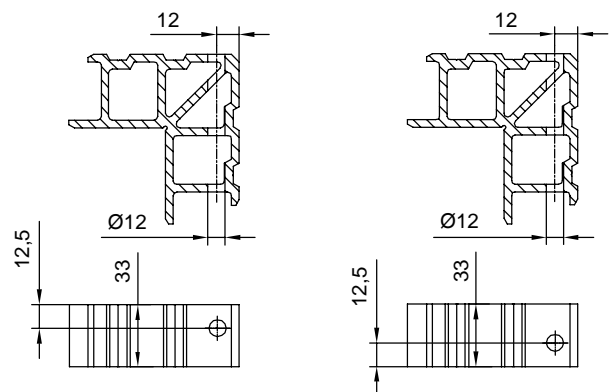

Рис. 6.8.4
- Обработка углового соединителя из профиля Т 48 под шпингалет показана на рис. 6.8.4.